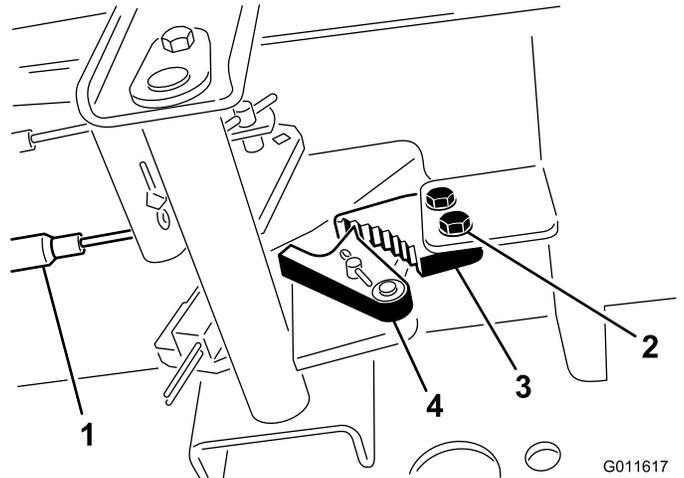

図 61
1. 駐車ブレーキのツメをフレームに固定しているネジ2本をゆるめる (図 61)。
2. ブレーキのツメが戻り止めに完全に掛かるまで駐車ブレーキペダルを前に踏み込む (図 61)。